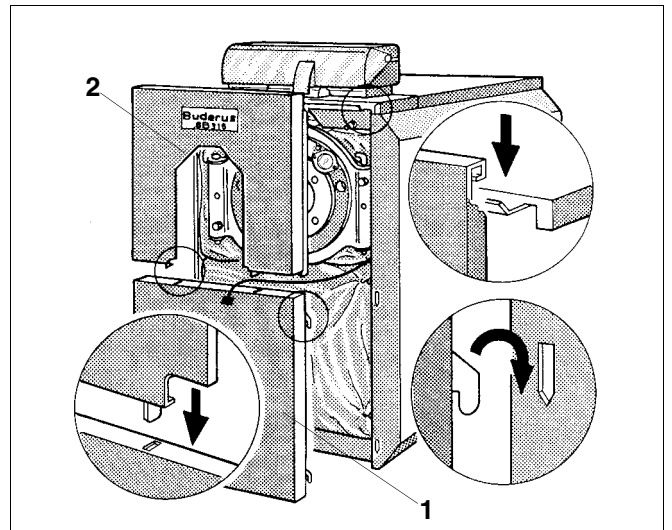

Fig. 26 Montering af forvæg på SB315
- Hægt den nederste forvæg med de 4 vinklede kroge (fig. 26, **pos. 1**) i slidserne på sidevægsafkantningen.
- Sæt de vinklede lasker på den øverste forvæg (fig. 26, **pos. 2**) ind i slidserne på den nederste forvægsafkantning, og hægt dem på afkantningen på den forreste kedelkappe.